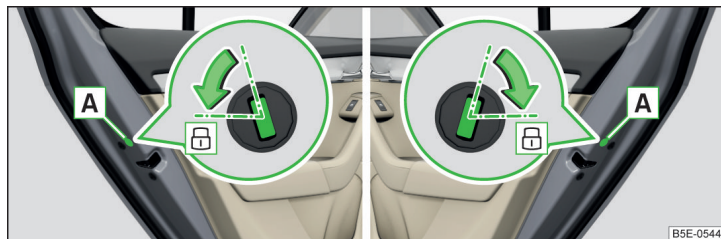

Fig. 226 Încuierea în regim de urgență: portiera spate stânga/dreapta
- Demontați masca **A** » fig. 226.